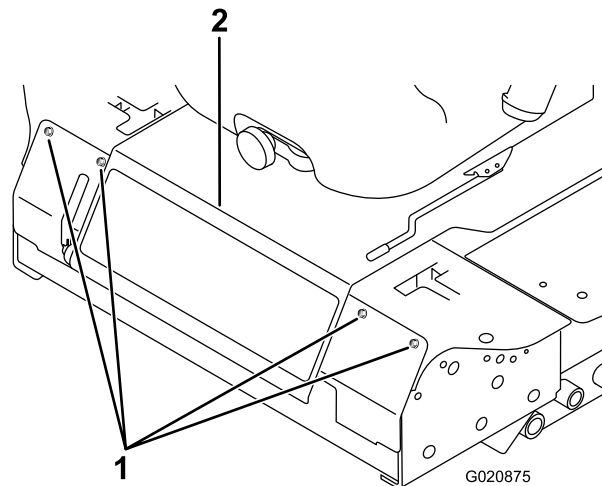

Figura 48
2. Togliete i bulloni che fissano il pannello anteriore, e rimuovete il pannello (Figura 48).